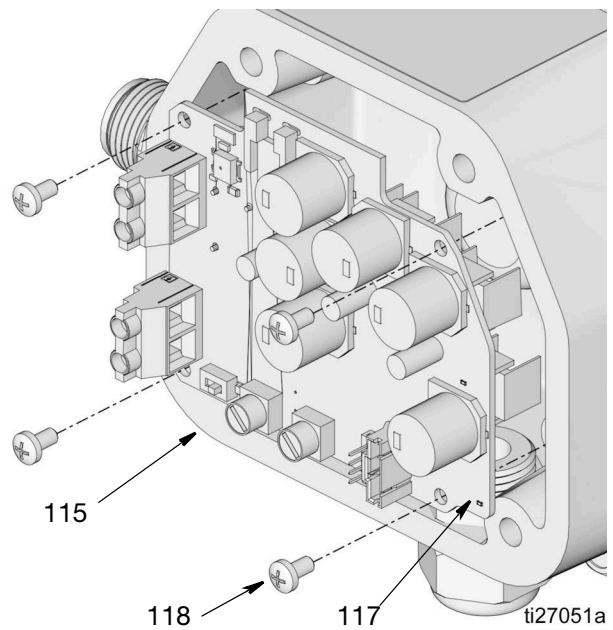

图 68
9. 拆除将电机控制板 (117) 固定到壳体 (115) 的螺丝 (118) (图 68)。